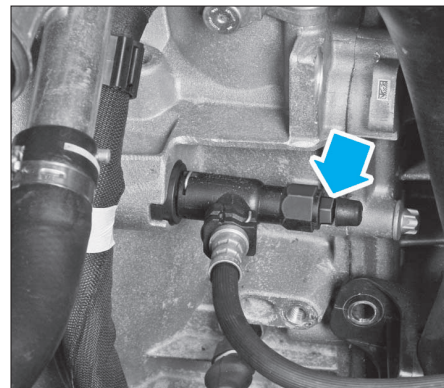

FIG. 11
• Brancher une durit sur la vis de purge puis vider le circuit hydraulique d'embrayage (Fig.11).
- Brancher une durit sur la vis de purge reliée à un bac de récupération (Fig.11).